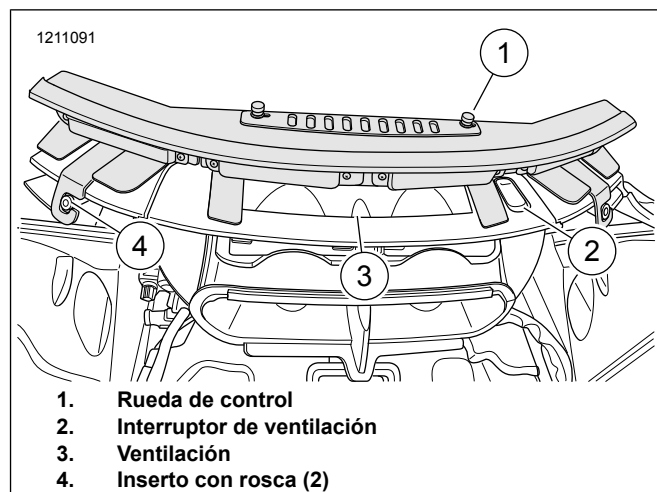

Figura 6. Colocación de la luz
6. Consulte la Figura 6. Verifique que el interruptor de ventilación (2) esté en la posición abierta.
7. Coloque la luz sobre la ventilación (3) con las ruedas de control (1) hacia arriba.
8. Alinee las piezas de soporte de montaje izquierda y derecha sobre el inserto con rosca (4).